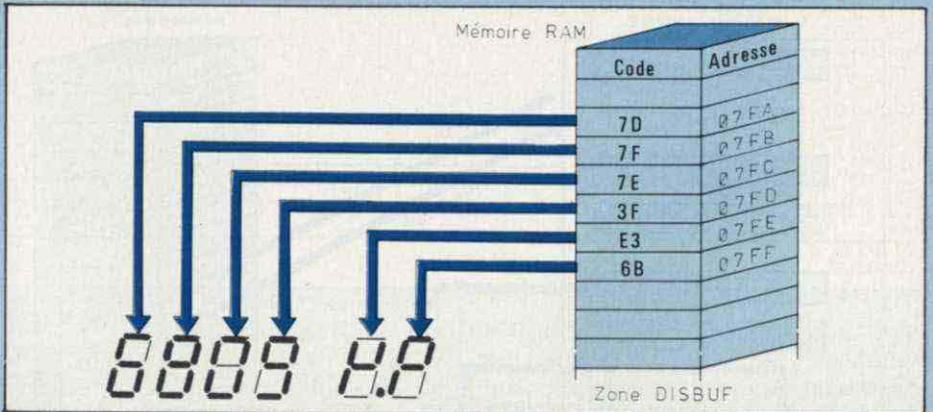

Fig. 6 : Relation entre le registre-tampon des codes d'affichage et les afficheurs.
(3) Les six codes correspondant aux six afficheurs doivent être stockés dans une zone réservée de la mémoire RAM. Cette zone-mémoire est située entre les adresses 07FA à 07FF, chaque case-mémoire contenant le code d'allumage 7 segments d'un afficheur particulier selon la répartition ci-dessous (fig. 6). L'ensemble de ces six cases-mémoires est appelé DISBUF (« Display buffer » = registre tampon d'affichage).